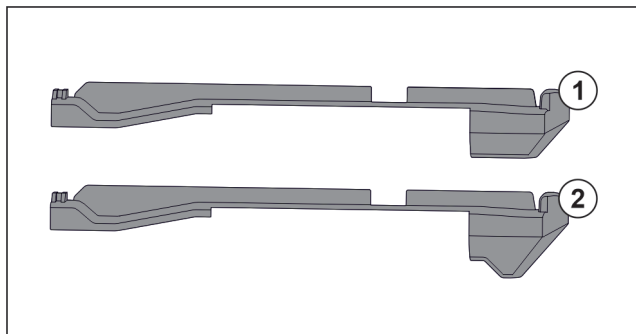

Fig. 78 Porovnanie násuvných dielov
V zariadení sa nachádzajú dva rozdielne násuvné diely. Násuvný diel nad spodnou zásuvkou Fig. 78 (2) má trojuholníkovú hranu. Všetky ostatné násuvné diely Fig. 78 (1) majú rovnú hranu.
- ▶ Namontujte násuvný diel Fig. 78 (2) s trojuholníkovou hranou nad spodnú zásuvku.
- ▶ Namontujte násuvný diel Fig. 78 (1) s rovnou hranou na všetky ostatné miesta.